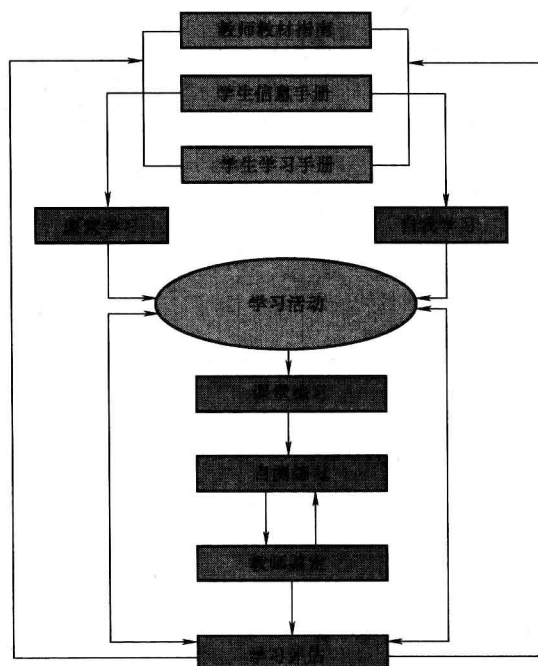

图 0-1 课程学习计划
(2) 学习步骤 学生可以按照本书在课堂学习(包括实习场地),也可以根据自己具备的基本能力,按照本书自己制定学习计划学习。课程学习计划如图0-1所示。